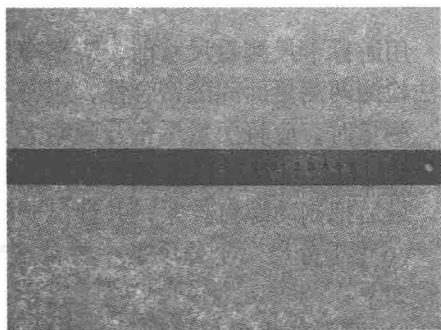

图 2-1 钢直尺
(1) 钢直尺 钢直尺是一种简单的长度量具,尺面上刻有尺寸刻线,最小刻线间距为 0.5mm,它的长度规格有 150mm、300mm、1 000mm 等多种。如图 2-1 所示,它主要用来量取尺寸、测量工件,也可作划直线的导向工具。